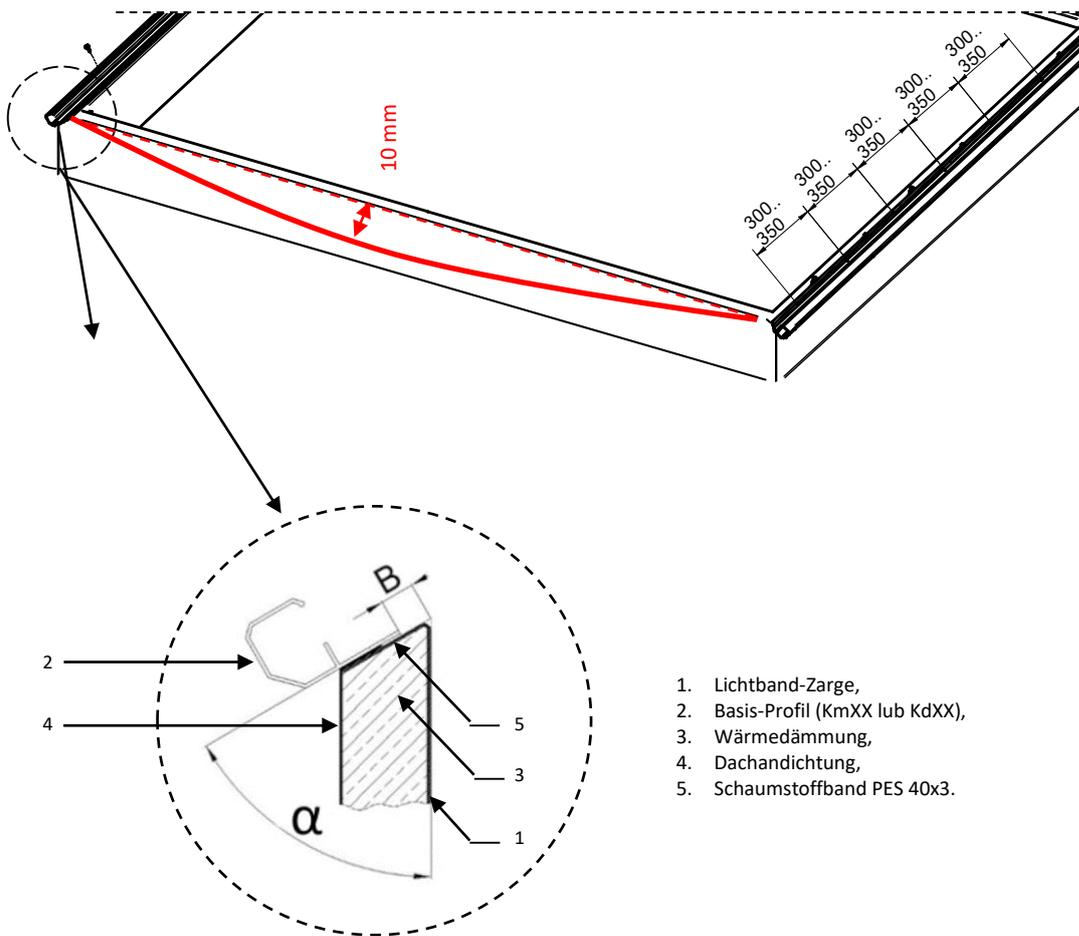

Abb. 25 Montage des Basis-Profils
2. Auf den Zargenkopf der Lichtbandzarge ist die selbstklebende PES-Dichtung (Polyethylen-Schaumdichtung) umlaufend zu kleben. Montiere anschließend das Basisprofil auf die komplett isolierte Zarge. Verwende hierbei selbstschneidende Schrauben  $\varnothing 6,3 \times 32$  in einem Abstand von 300 – 350 mm. Diese sind so zu platzieren, dass sich wenigstens 2 Schrauben zwischen den Bohrungs-Löchern für das Festziehen der Abdeckprofile befinden. Das Basis-Profil ist gemäß Abbildung Abb. 25 auszurichten und zu befestigen (Abb. 25 Montage des Basis-Profil).